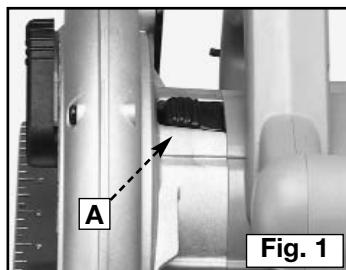

Fig. 1
1. Empuje el botón para trabar el disco (A) Fig. 1 y gire el disco a mano hasta que el mecanismo enganche el eje.